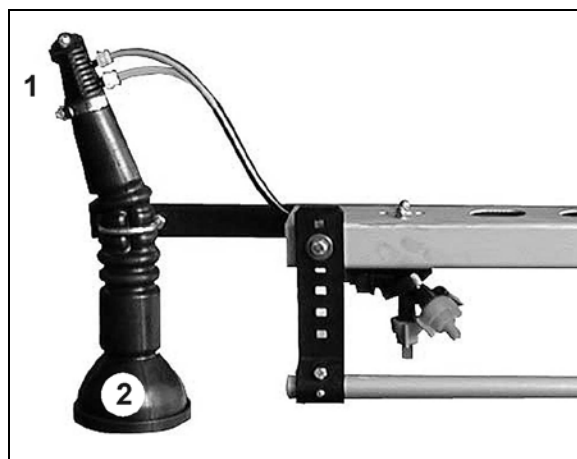

Fig. 106
- gør det muligt at opnå et permanent væskeomløb i sprøjteslangen, når trykomløbssystemet er koblet til. Hertil er der placeret en skylletilslutningsslange (Fig. 106/1) på hver delbredde.
- En skylletilslutningsslange (Fig. 106/1) pr. delbredde.